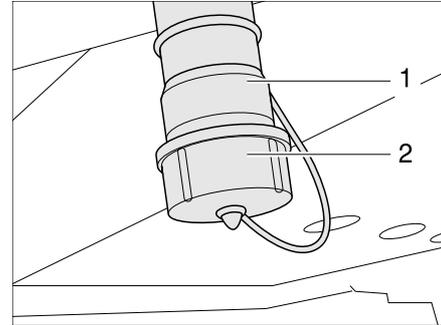

Bild 231 Abwasser-Ablaufstutzen
An den Abwasser-Ablaufstutzen (Bild 231,3) kann eine Schlauchleitung angeschlossen werden.
- Abdeckkappe (Bild 231,4) am Abwasser-Ablaufstutzen (Bild 231,3) durch eine viertel Drehung im Uhrzeigersinn entriegeln und abnehmen.